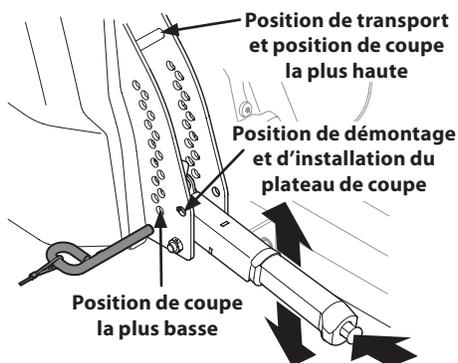

Figure 4-11
- a. Utilisez le levier de relevage du plateau de coupe pour relever le plateau de coupe à la position qui placera la courroie à la position la plus horizontale entre les poulies de tension et la poulie de la prise de force sous le moteur. Voir Figure 4-11.
- d. À l'aide du levier de relevage, abaissez le plateau de coupe à la position de démontage / d'installation du plateau de coupe. Voir Figure 4-11.
- e. À l'aide du levier de relevage, abaissez le plateau de coupe à la position de démontage / d'installation du plateau de coupe. Voir Figure 4-11.
1. Placez le levier de relevage du plateau de coupe à la position de coupe la plus haute. Voir Figure 4-11.